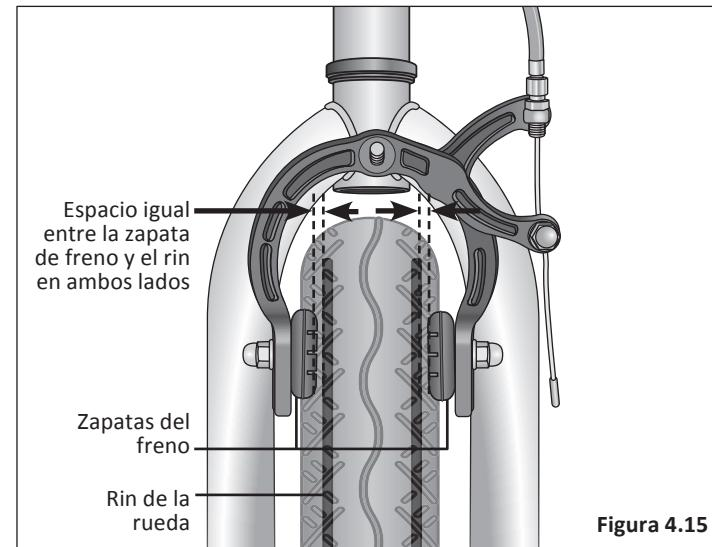

Figura 4.15
- Las zapatas del freno no arrastran sobre el rin cuando el freno est  abierto. **Figura 4.15**